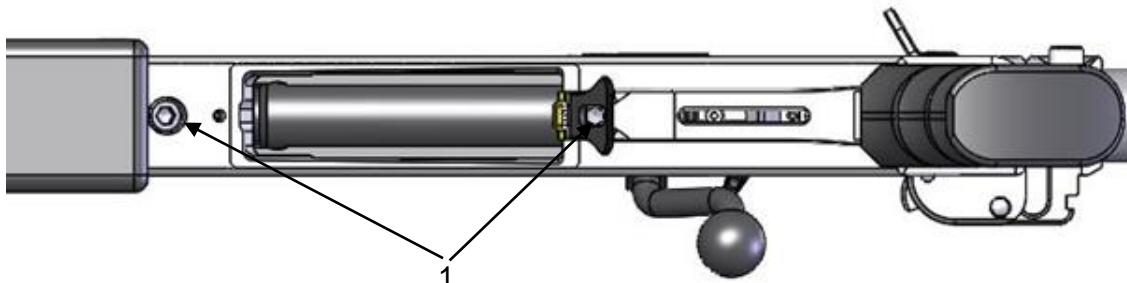

Bild 11
(3) System vom Träger entfernen
- Abwechselndes Lösen der Schrauben „1“ (Bild 11) um Beschädigungen zu vermeiden.